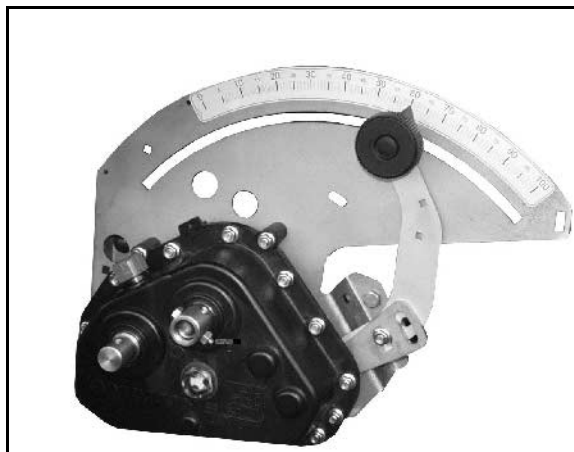

Рис. 85
1. Уберите пружинный фиксатор (Рис. 85/2) (требуется только для закрытия заполненного семенного бункера заслонкой (Рис. 85/1)).